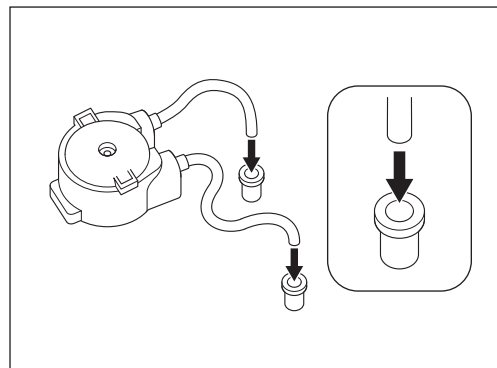

Fig. 53
- 6) Instale os anéis conectores nos tubos de irrigação da nova bomba de irrigação (opção). Certifique-se de que o anel está bem orientado (Fig. 53).